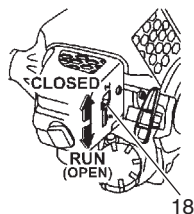

Fig. 13
2. Réglez le starter (18) sur la position FERMÉE (CLOSED). (Fig. 13)